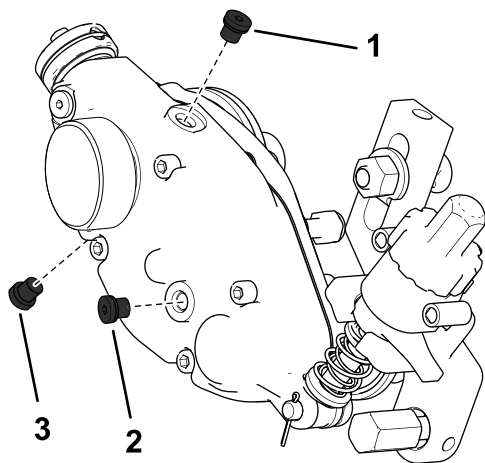

Рисунок 28
2. Снимите сливную пробку в нижней части корпуса (Рисунок 28).
3. Отверните пробку заливного отверстия в боковой части корпуса и ослабьте пробку выпуска воздуха сверху, чтобы воздух мог проходить внутрь (Рисунок 28).